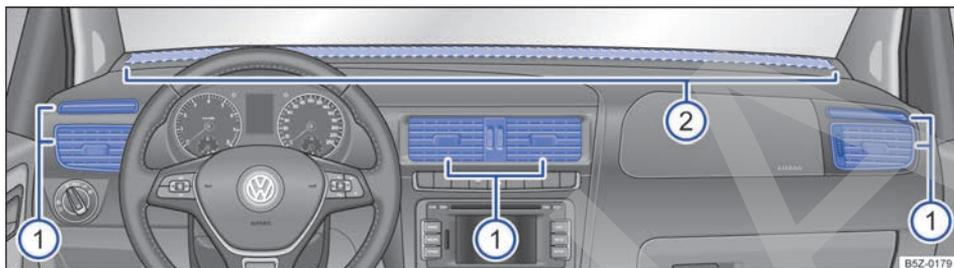

Fig. 121 En el panel de instrumentos: difusores de aire.
Para conseguir una calefacción, una refrigeración y una entrada de aire suficientes en el interior del vehículo, los difusores de aire nunca se deberán cerrar completamente ⇒ **fig. 121** ①.
- Para abrir los difusores de aire ①, presione en la parte superior del difusor.
Existen otros difusores de aire no regulables. Se encuentran en el medio del panel de instrumentos ⇒ **fig. 121** ②, en las zonas reposapiés y en la parte trasera del interior del vehículo.